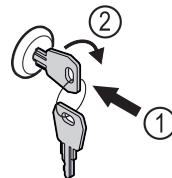

Fig. 57
- ▶ Paina avain lukkoon Fig. 57 (1).
- ▶ Kierrä avainta 90° myötäpäivään Fig. 57 (2).